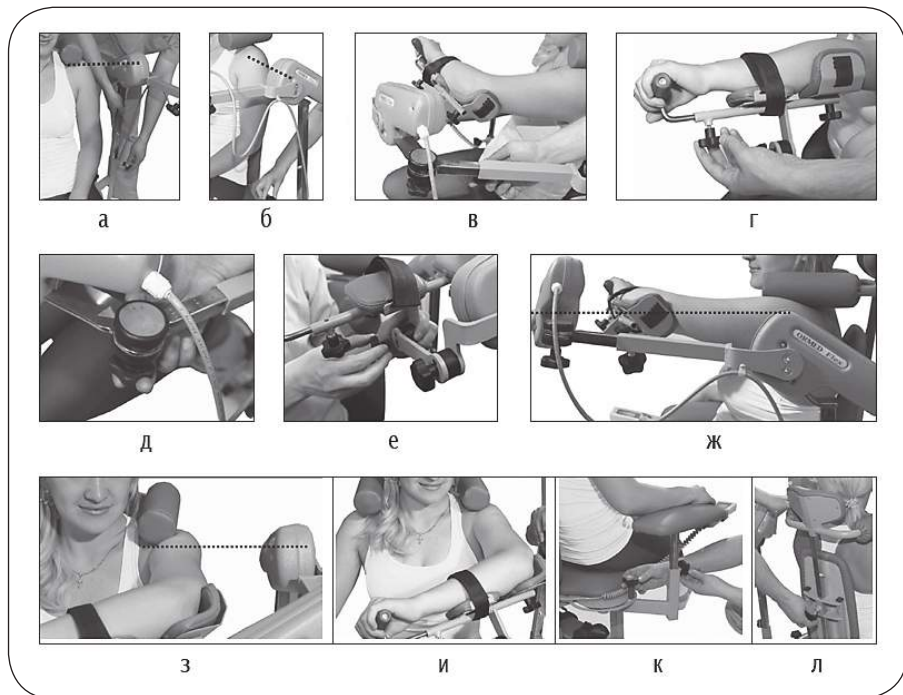

Рисунок 6.2 – Подстройка аппарата под пациента
6.3.2. Ослабить фиксаторы высоты (11) и угла отведения/приведения (9) (см. рис. 2.1). Отрегулировать положения мотора А таким образом, чтобы ось мотора А совпала с центром плечевого сустава (рис. 6.2а и 6.2б). Зафиксировать положение.
6.3.3. Ослабить фиксатор длины плеча (24), придерживая мотор В, выдвинуть его на расстояние, при котором локоть будет лежать на упоре локтя (34). Зафиксировать положение (рис. 6.2в).
6.3.4. Ослабить фиксатор длины предплечья (27), выдвинуть рукоятку (28) так, чтобы предплечье можно было легко разместить между упором локтя (34) и рукояткой (28). Зафиксировать положение (рис. 6.2г).
6.3.5. Ослабить фиксатор регулятора угла сгибания локтя (26), отрегулировать угол сгиба локтя. Зафиксировать положение (рис. 6.2д).
6.3.6. Ослабить фиксаторы (29) механизма переворота (22), отрегулировать совмещение оси локтевого сустава с осью мотора В и зафиксировать положение (рис. 6.2е).
6.3.7. Убедитесь, что ось мотора В, центр локтевого сустава и плечевого сустава находятся на одной линии. Оси мотора А и плечевого сустава находятся на одном уровне (рис. 6.2ж и 6.2з). При необходимости, подкорректировать настройки по п.п.2...6 раздела 7.3.
6.3.8. Зафиксировать предплечье ремнем. Оно должно полностью лежать на лотке (рис. 6.2и).
6.3.10. Ослабить фиксатор (33) (см. рис. 4.1) и настроить высоту ограничителя плеча (рис. 6.2л).